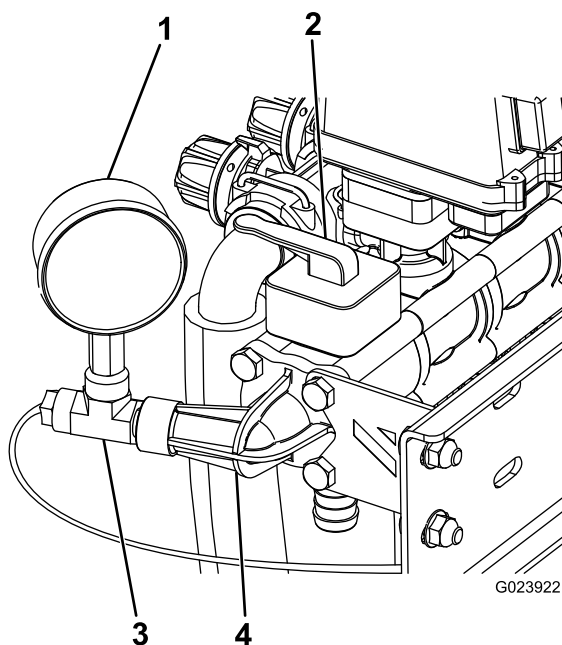

Figura 10
4. Installate O-ring, valvola di controllo nuova, sportello del manometro rimosso in precedenza e staffa di stabilizzazione con i 4 bulloni lunghi; vedere Figura 10.
5. Collegare il raccordo a T all'apertura dell'indicatore di pressione (Figura 10).
6. Collegare l'indicatore di pressione al raccordo a T (Figura 10).